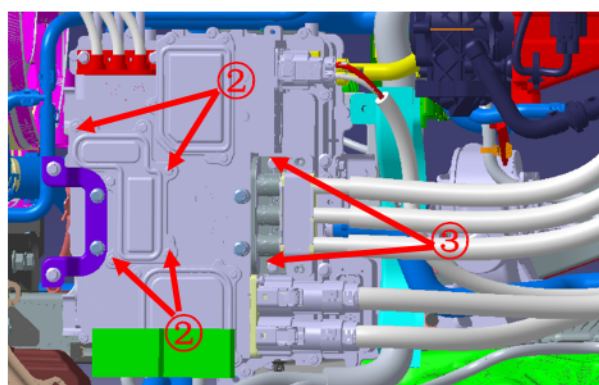

图 26
步骤 2：先拆下如图 26 所示序号②螺栓，再拧下序号③所示螺栓；
步骤 1：将线束放入电控内，将图 26 所示序号③螺栓拧紧，再拧紧固定线鼻子螺栓，扭矩为 23 N.m，最后将图 26 所示序号②螺栓按对角顺序依次拧紧；